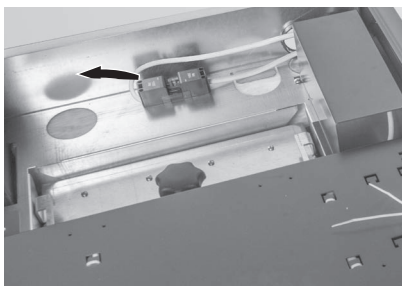

Fig. 66 Geräte-Netzstecker abstecken
- ▶ Bei Reinigungs- oder Reparaturarbeiten Kessel unbedingt spannungslos schalten (z.B. durch Trennen des Netzsteckers) – Fig. 66.
- ▶ Geräte-Netzstecker abstecken – Fig. 66.